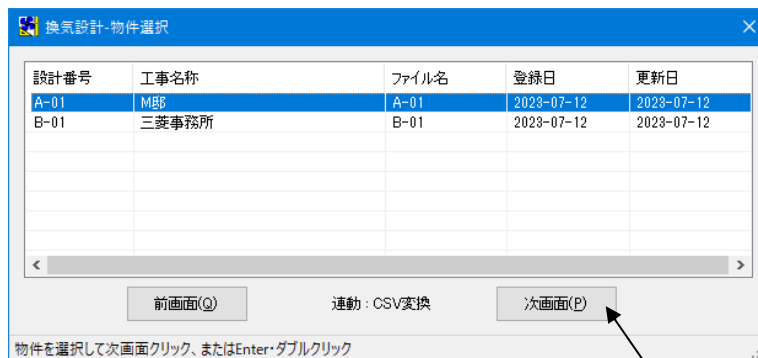

図3
3. 「物件選択」画面が表示されます。テキスト変換したい設計番号を ↑ ↓ キーかクリックで指定し、[次画面(P)] ボタン(図 3-①)をクリックします。